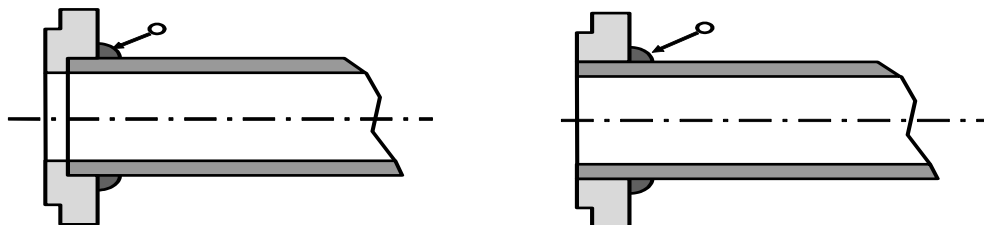

Рис. 2. Приклади рекомендованої приварки фланців
■ **При фланцевому присіднанні РУ** внутрішній отвір фланців, при необхідності, розточується під зовнішній діаметр труби з мінімально можливими допусками. Приклади приварки фланців наведені на рис. 2.